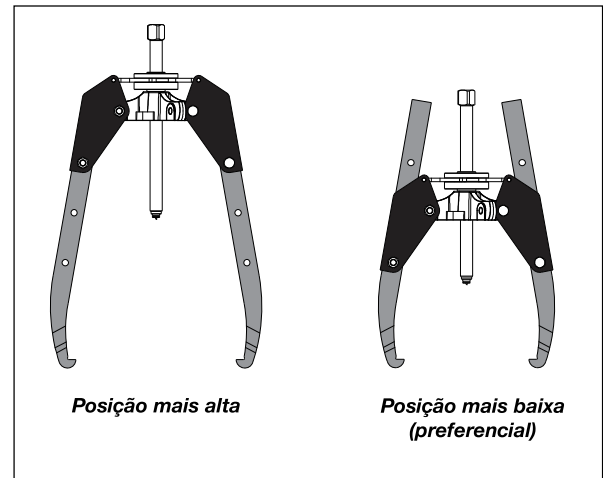

Figura 5, posições de montagem das garras (típicas)
- Instale cada garra usando os furos de montagem mais baixos permitidos para a aplicação que está sendo executada. Isto irá reduzir a quantidade de deformação da garra e haste de ajuste em caso de grande força. Veja a Figura 5.